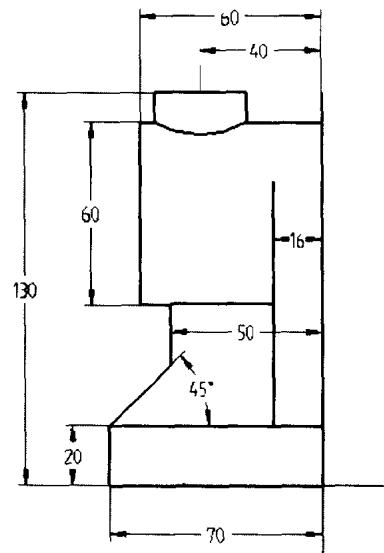

图 1-34
14. 利用智能尺寸标注命令 、几何元素间的尺寸标注命令 作尺寸约束（如图 1-34 所示）。